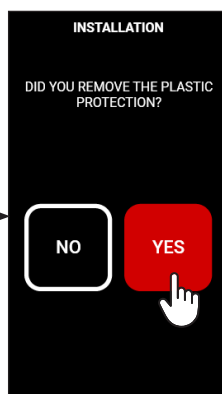

fig.10
- Confirmez le message affiché à l'écran en cliquant sur OUI (uniquement après avoir retiré la protection en plastique) (fig. 10) ;